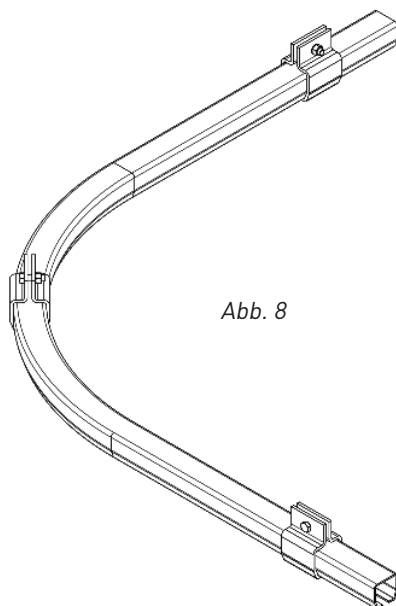

Abb. 8
- In der ersten Phase der Installation eines Bogenabschnitts sind mindestens drei Befestigungsmuffen erforderlich, zwei an beiden Enden und eine in der Mitte des Bogens, siehe Abb. 8. Diese Befestigungsmuffen dürfen auf keinen Fall weggelassen werden.